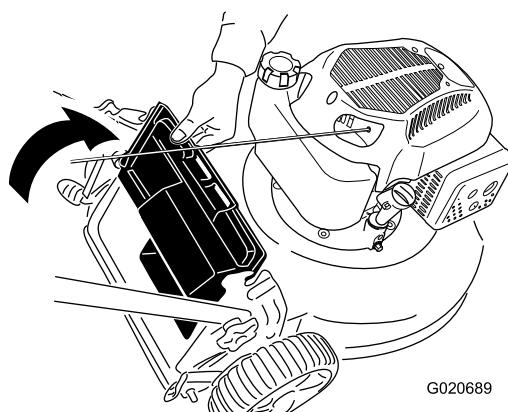

Figura 22
- Levante el deflector trasero y sujetelo (Figura 22).